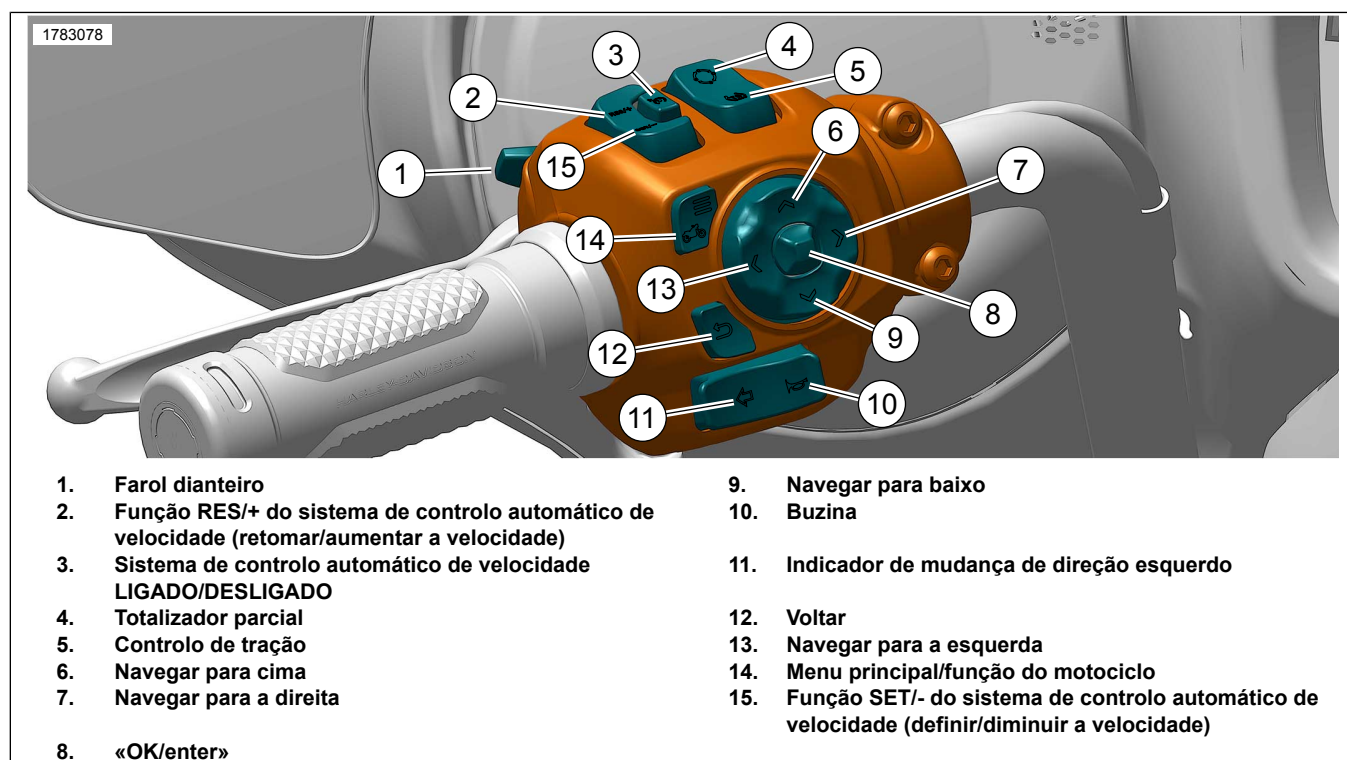

Figura 2. Módulo de comandos do lado esquerdo (LHCM)
1. Ver a Figura 2. Modelos com um Unidade de Controle de Infotainment (UCIF):
- f. Abrir funções do veículo (14) desde Módulo de comandos do lado esquerdo (LHCM).